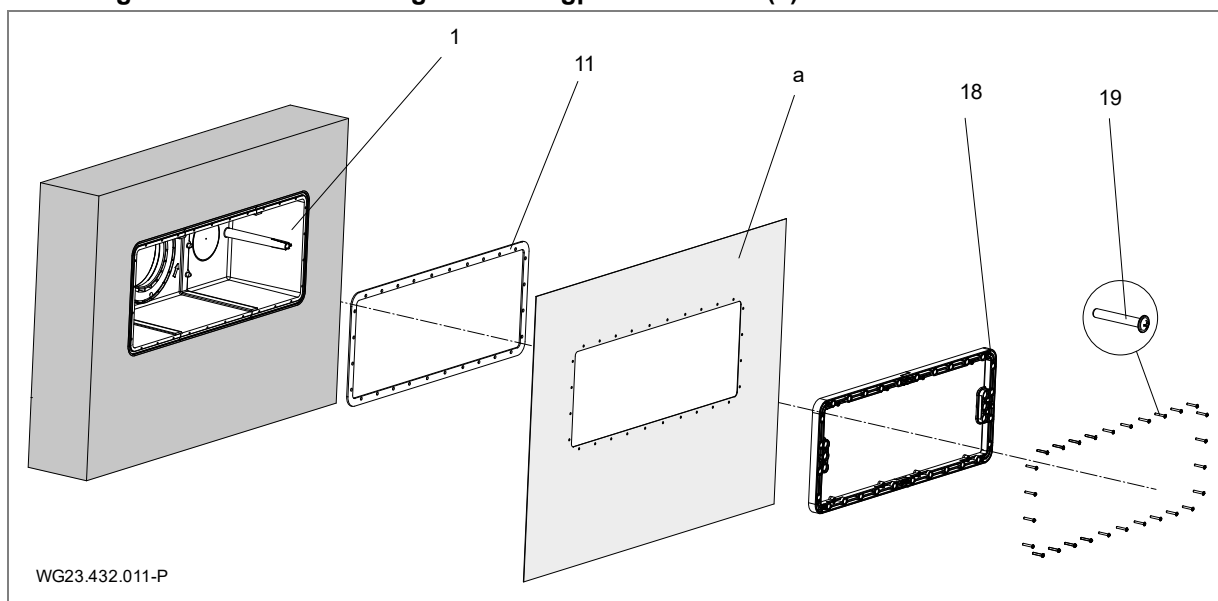

Bild 7
För tätning mot betongväggen rekommenderas en kringgående ring av epoxiharts/kvartssand på höljets utsida som är riktad mot poolen (1). Se "Bild 7" på sida 16